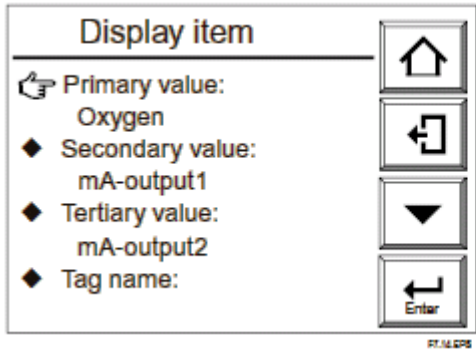

图 7.14 显示内容显示
- (3) 在上述的显示设置显示中，选择显示内容。接着就出现显示内容显示（图 7.14）。从该显示中，选择主显示值并按[ENTER]显示显示选择内容显示(图 7.15)。
- (4) 用上述步骤同样的方法选择副显示和第三显示值。
- (5) 参考表 7.2，“Display item”，可在独自的显示区域选择显示